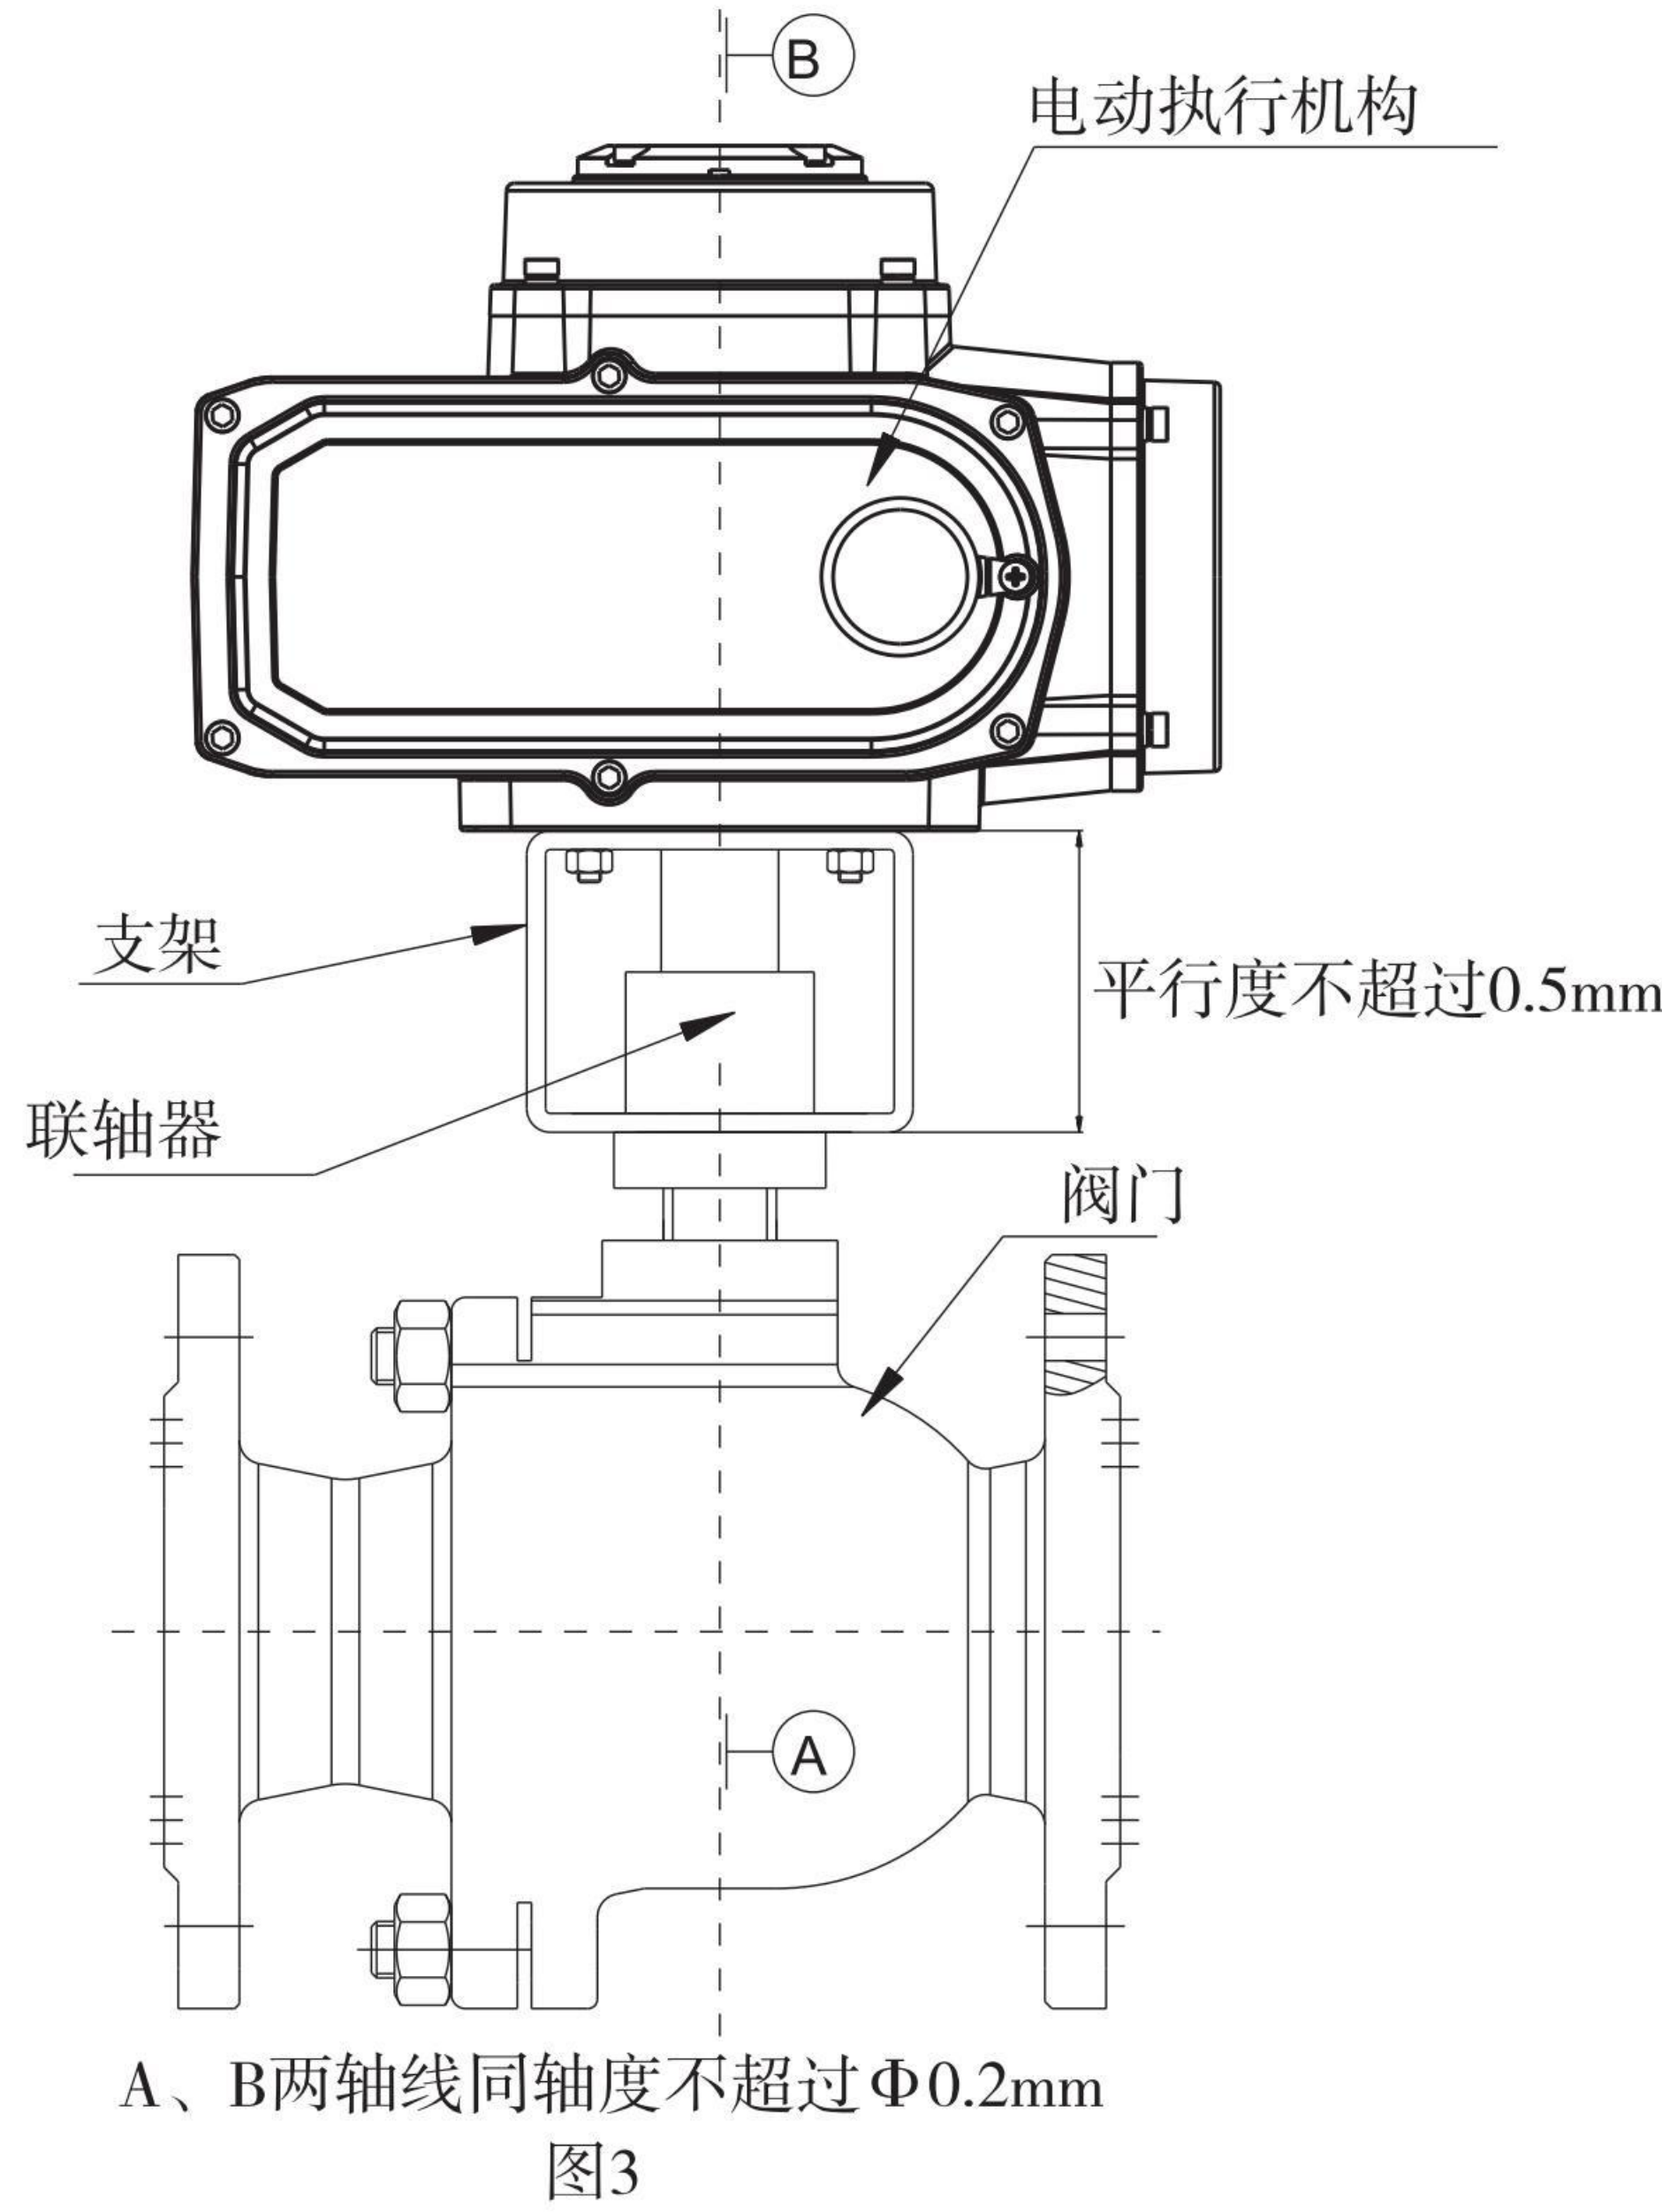

图3
- 支架、联轴器应由专业机构技术人员设计加工并应符合（图3）的标注要求。